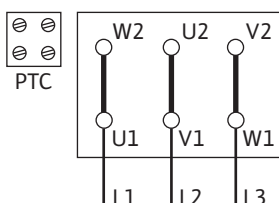

Fig. 12: Δ-uključivanje
- Mrežni priključak ovisi o snazi motora P2, mrežnom naponu i vrsti uključenja. Potrebno uključenje spojnih mostova u priključnoj kutiji navedeno je u sljedećoj tablici te na Fig. 12, 13 i 14.